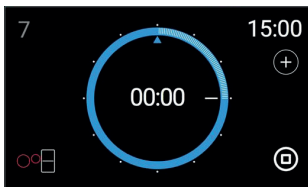

fig. 7
- 1 Después de seleccionar un tiempo de temporizado, pulse sobre el icono ⊕ (fig. 7) que se iluminará en azul. Al retirar el dedo se despliega, desde el borde inferior y hacia arriba, la opción de “Añadir Aviso Sonoro”. Puede añadir varios avisos sonoros sobre la misma placa. El “Aviso Sonoro” queda registrado, en el interior del anillo de tiempo, mediante un pequeño triángulo azul. Los avisos sonoros pueden ser modificados en cualquier momento.
- 2 Para eliminar un “Aviso Sonoro”, deslice el triángulo azul (fig. 7), hasta la posición 00:00 del anillo de tiempo.